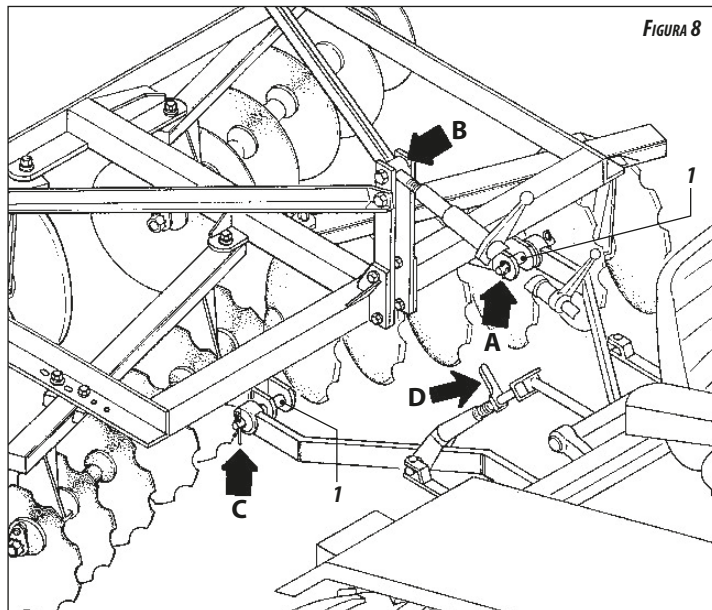

FIGURA 8
- Enganchar el brazo inferior izquierdo del tractor en el soporte "A" de la rastra con el perno de enganche (1) **figura 8**.
- Finalmente con el auxilio de la palanca reguladora de altura "D" enganchar el brazo inferior derecho del tractor en el soporte "C" de la rastra conforme **figura 8**.